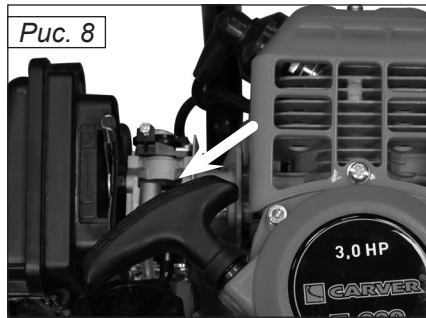

Рис. 8
4. Резко потяните за ручку стартера (рис. 8), предварительно выбрав свободный ход. Повторять до момента первого характерного выхлопа через глушитель.